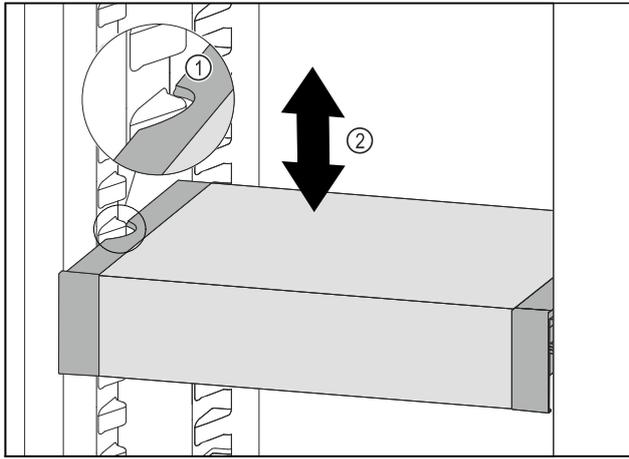

Fig. 123
- ▶ Tirare VarioSafe in avanti fino a quando le cavità laterali di VarioSafe non si trovano al livello della nervatura del contenitore nel vano frigorifero. Fig. 123 (1)
- ▶ Spostare VarioSafe verso l'alto o verso il basso nel vano frigorifero fino a raggiungere l'altezza desiderata. Fig. 123 (2)